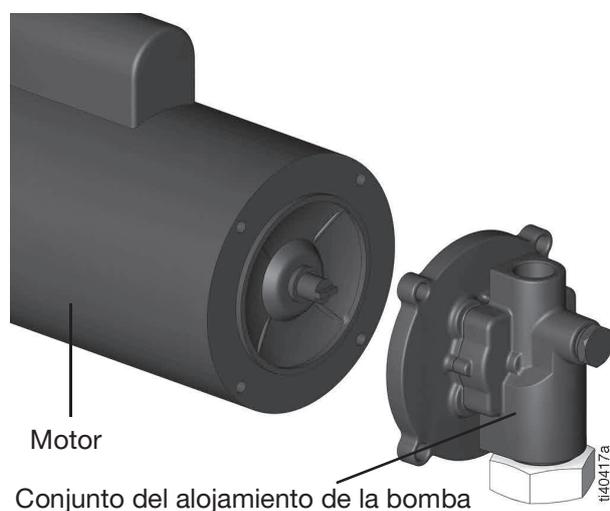

FIG. 9
6. Retire el montaje de alojamiento de la bomba del motor (FIG. 9).